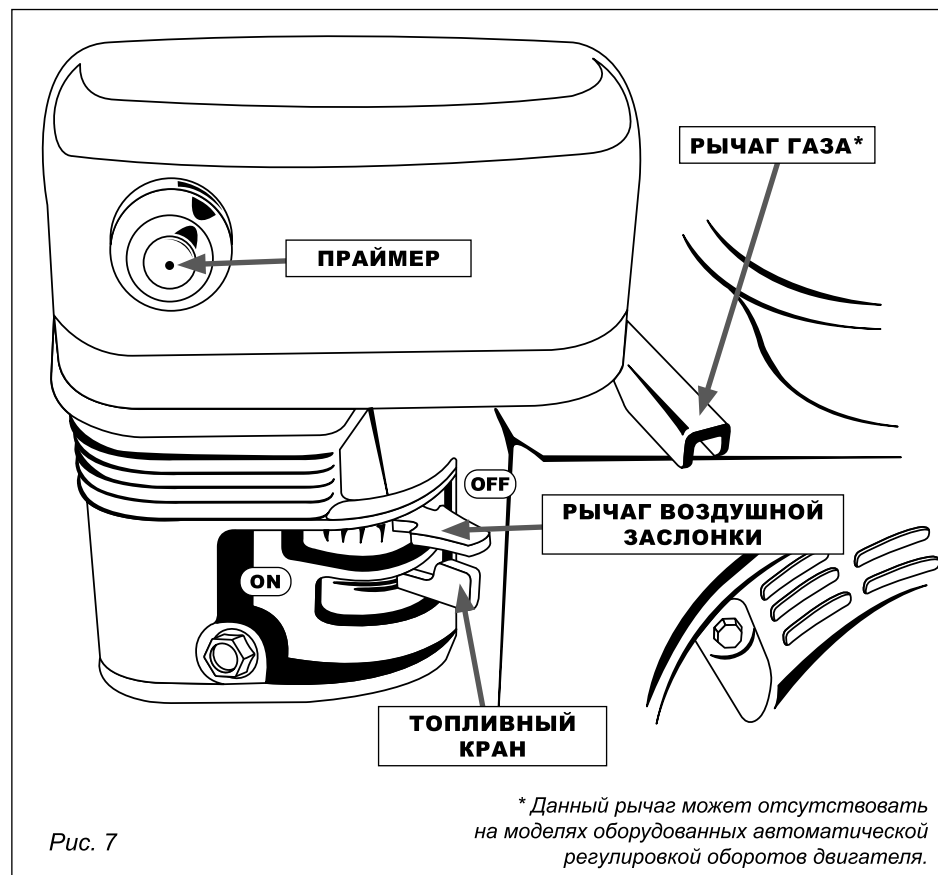

Рис. 7
5. Нажмите праймер два-три раза при холодном двигателе, убедившись, что при нажатии Вы перекрываете отверстие в центре (рис. 7).
Рычаг управления воздушной заслонкой активируется поворотом влево. Рычаг закрывает заслонку карбюратора и способствует старту двигателя (рис. 7).
Рычаг управления дроссельной заслонкой расположен на двигателе. Он регулирует обороты двигателя (рис. 7).